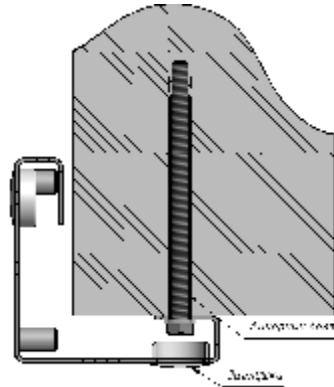

Рисунок 21
- 7.3 Зафиксировать раму в проеме при помощи анкерных болтов (рис. 21).